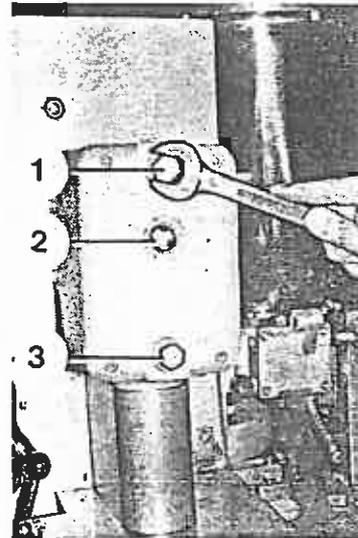

Bild 64
2. Einfüll- und Ablasschraube herausrauben (Bild 64/1+3).
4. Winkelgetriebe bis Mitte Schauglas (Bild 64/2) mit Fett füllen (Schmierstoff siehe Abschnitt 1.2).